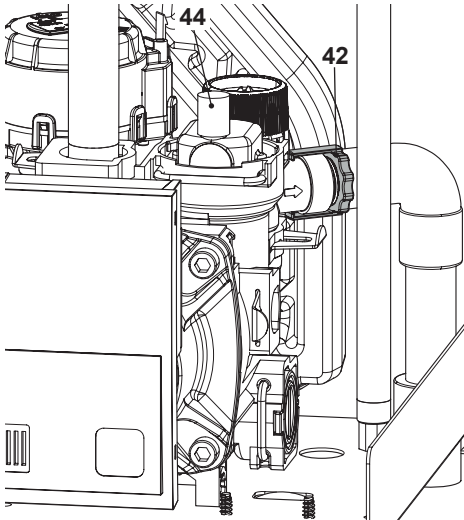

Figura 9.11
- Svitare in senso antiorario il raccordo 42 della valvola di sicurezza che funge anche da scarico in Figura 9.11.
- Per facilitare lo svuotamento, svitare il tappo 44 della valvola di sfogo automatica in Figura 9.11.